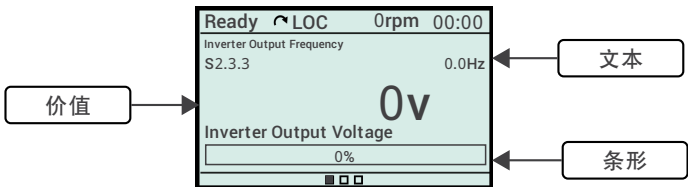

图 8.12: 线条视图
- 行：可以以 文本、数值或条形图 的格式显示读数变量。图 8.12 在页面上 8-5 展示了这三种格式的示例。